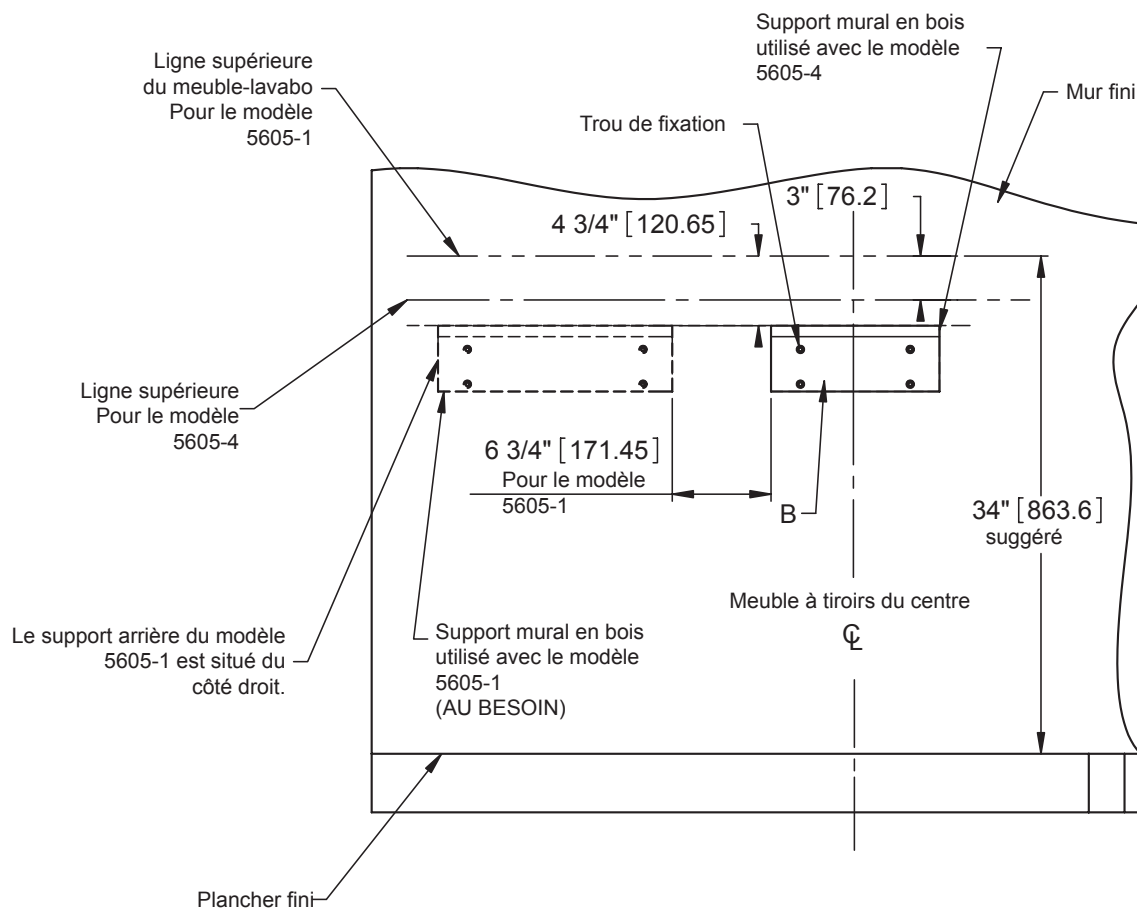

Figure 1
- Prenez les mesures à partir du plancher et utilisez un niveau afin de définir une ligne droite pour le **support mural en bois (B)**.
- Maintenez temporairement le **support mural en bois (B)** sur le mur, à l'endroit où il sera installé, puis marquez l'emplacement des trous pour les **ancrages (C)**.
- Reportez-vous à la **figure 1** pour connaître toutes les mesures d'installation.
- **SI VOUS UTILISEZ LE MODÈLE 5605-1, REPORTEZ-VOUS À LA FIGURE 1 POUR OBTENIR LES MESURES RELATIVES À L'INSTALLATION DU SUPPORT MURAL EN BOIS.**
- **LA FIGURE 1 A ÉTÉ CONÇUE AFIN DE FOURNIR L'ESPACEMENT ENTRE LES SUPPORTS ARRIÈRE ET D'ILLUSTRE LES COMBINAISONS POSSIBLES. LA FIGURE N'ILLUSTRE PAS TOUS LES EMPLACEMENTS POSSIBLES POUR LE MODÈLE 5605-4.**